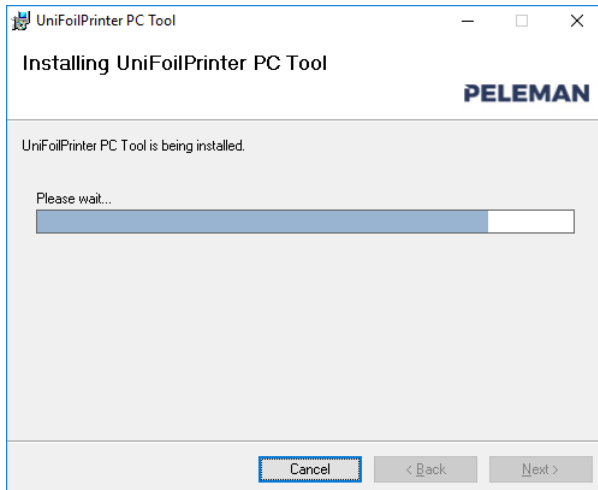

Figure 19: Screen to Display Progress during Installation
8. Por favor, espere mientras la pantalla es similar a la *figure 19* que contiene la barra de progreso para mostrar el progreso de la finalización de la instalación del software.